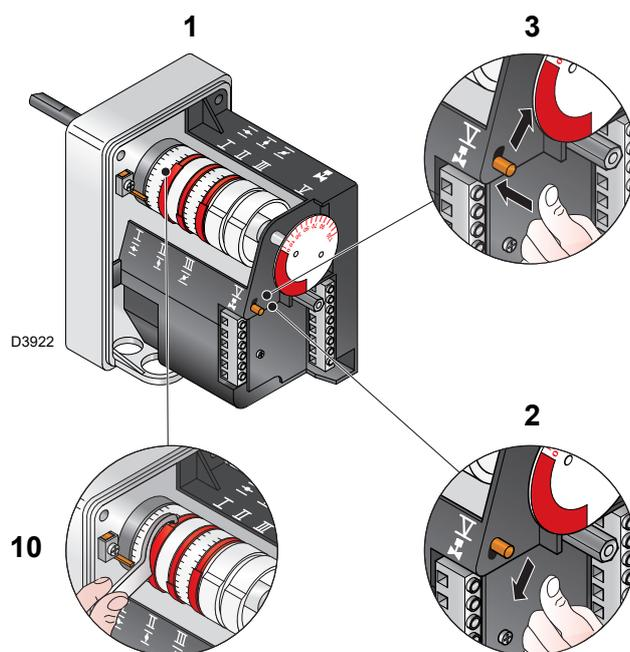

Fig. 31
- Per l'eventuale regolazione della camma III, specie per i piccoli spostamenti, è possibile utilizzare l'apposita chiave 10)(Fig. 31) trattenuta da una calamita sotto il servomotore.
Legenda (Fig. 31)